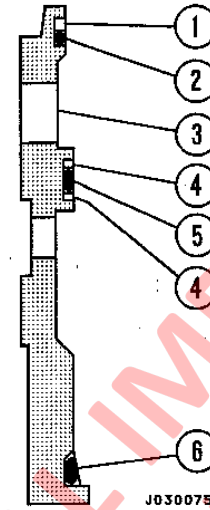

FIGURA 3-6 COLOCACION DEL SELLO DE LA CAMISA
1. Monte un Anillo de goma (2, Figura 3-6) en la ranura más pequeña (en la parte superior) de la camisa del regulador (3). Monte el Anillo de goma (5) en la ranura del medio en la camisa del regulador. Monte el Anillo de goma (6) en la ranura mayor (en la parte inferior) de la camisa del regulador.
2. Monte el anillo dividido de respaldo de nylon (4) en cada costado del Anillo de goma (5) ubicado en el medio de la camisa del regulador.
3. Monte un anillo dividido de respaldo de nylon detrás del Anillo de goma (2) ubicado en la parte superior de la camisa. Este Anillo de goma es el más pequeño de los tres Anillos de goma. Coloque el anillo de respaldo de modo que quede más cerca de la parte superior de la camisa del regulador. La parte superior de la cabina es el extremo con el diámetro exterior más pequeño.